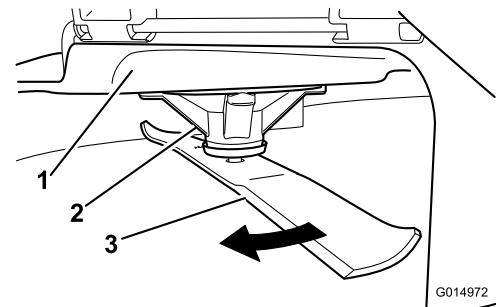

Figura 54
2. Llevando guantes fuertemente acolchados u otro tipo de protección apropiada para las manos, gire la cuchilla lentamente hasta una posición que permita medir la distancia entre el filo de corte y la superficie nivelada en la que descansa la máquina (Figura 54).